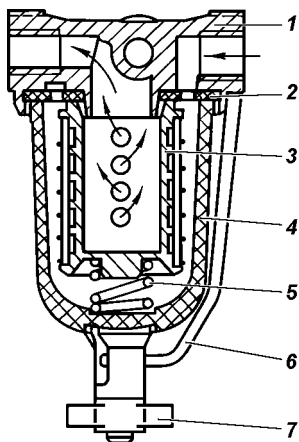

Рис. 4.24. Фильтр тонкой очистки топлива:
**Фильтр тонкой очистки топлива** (рис. 4.24) установлен с левой стороны двигателя в передней его части. Фильтр состоит из корпуса, фильтрующего элемента, стакана-отстойника, резиновой прокладки, пружины и скобы с гайкой-барашком. Фильтрующий элемент - бумажный или сетчатый.